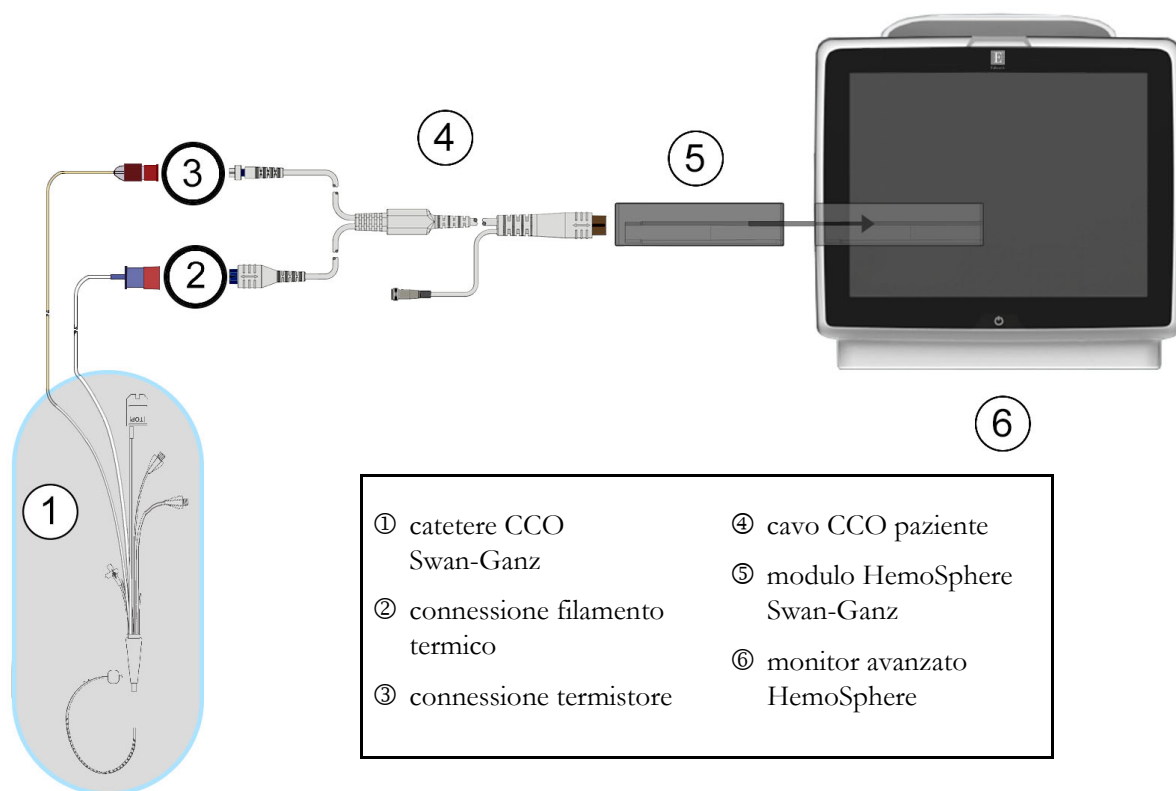

Figura 9-4 Panoramica della connessione CO
- 2 Collegare l'estremità con il catetere del cavo del paziente al termistore e ai connettori del filamento termico sul catetere CCO Swan-Ganz. Queste connessioni sono indicate con le lettere ② e ③ nella figura 9-4 a pagina 149.